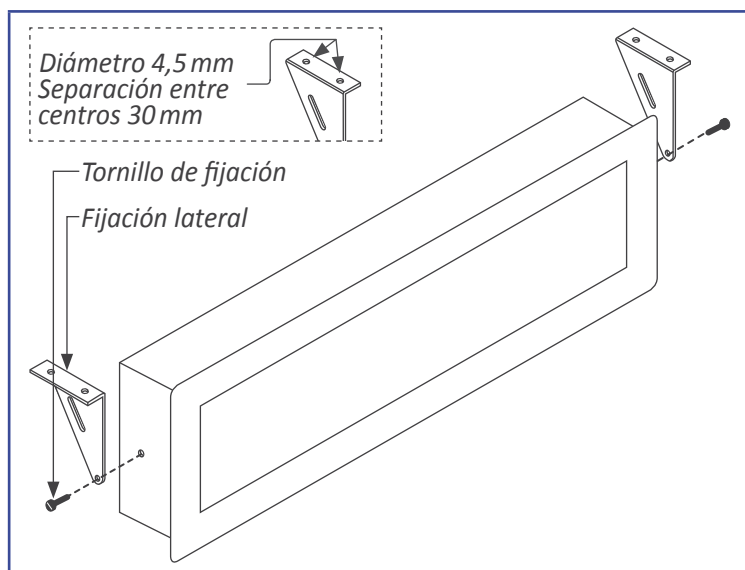

Figura 9 - Montaje para colgar
- Montaje para colgar. Montar las fijaciones laterales orientadas tal y como se indica en la figura (ver Figura 9). Cada fijación dispone de 2 agujeros de diámetro 4,5 mm y separación entre centros de 30 mm. Se puede colgar el instrumento utilizando cable, varilla roscada, ...